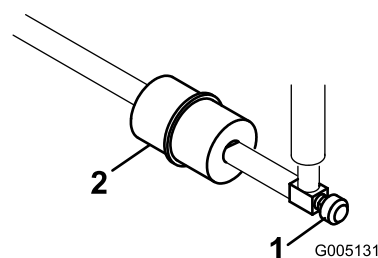

Figure 36
Le filtre à carburant en ligne se trouve dans la conduite d'alimentation, entre le réservoir de carburant et le carburateur (Figure 36).
- Fermez le robinet d'arrivée de carburant (Figure 36).
- Placez un bac de vidange sous le filtre, desserrez le collier sur le côté carburateur du filtre, et débranchez la conduite de carburant du filtre (Figure 36).
- Desserrez l'autre collier et déposez le filtre (Figure 36).